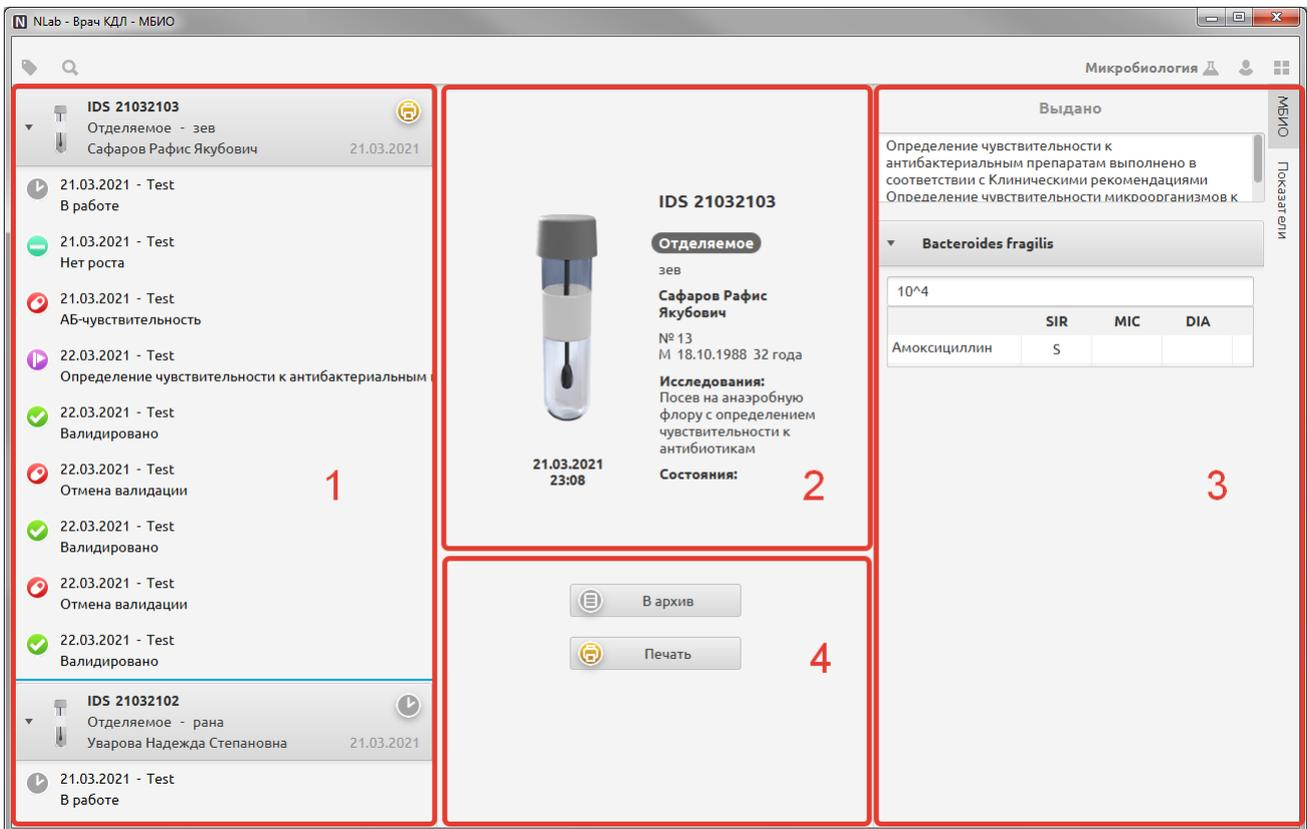

Рис. 102
Основной экран раздела «МБИО» показан на Рис. 102.
1. Левый блок (№1 на Рис. 102) – отображает список проб, которые числятся в работе за отделом «Микробиология».
2. Центральный верхний блок (№2 на Рис. 102) – отображает подробную информацию о выбранном биоматериале.
3. Правый блок (№3 на Рис. 102) – отображает поля для заполнения результатов исследования.
4. Центральный нижний блок (№4 на Рис. 102) – отображает кнопки валидации, архивации и печати, если они доступны для данного биоматериала на данном этапе. Если данные режимы недоступны – кнопки не отображаются. Кнопка «Валидировать» появляется после ввода/получения одного (или всех) результатов (зависит от настройки). Кнопка «Печать» появляется после валидации одного (или всех) результатов.